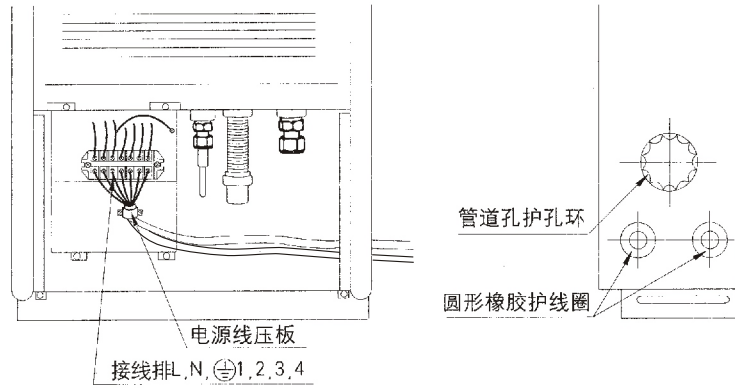

图14 (此图仅作参考)
- (1) 拆下室内机下部的维修面板：拆下维修面板下部的2个螺钉，然后向下拉出维修面板。
- (2) 按图14所示，根据电气原理图进行接线。